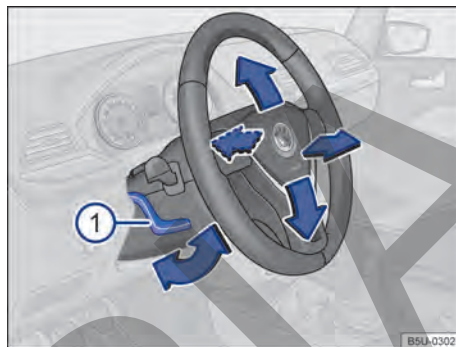

Fig. 57 Ajustar la posición del volante.
- Empujar la palanca → fig. 57 ① hacia abajo y colocar el volante en la posición deseada.